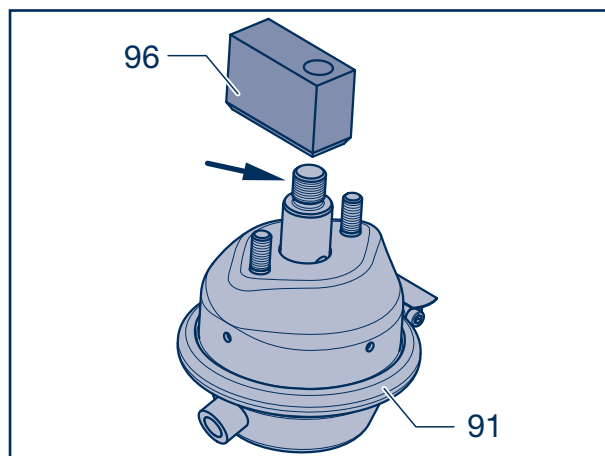

Fig. 2
- [6] Bei der Montage des Sperrklotzes (96) Gewinde (Fig. 2, Pfeil) fettfrei mit Loctite AVX einstreichen und bis zum Anschlag festziehen.
- [7] Membranzylinder (91) mit Sperrklotz (96) und Distanzscheiben (91/1) auf die Konsole bauen. Federringe (98) und Sechskantmutter (99) M 12 x 1,5 mit dem vorgeschriebenen Anziehdrehmoment von 86 Nm montieren.